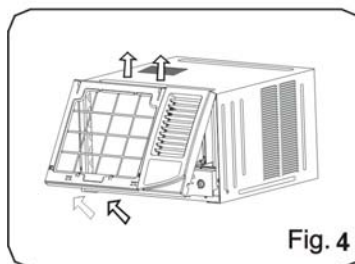

Fig. 4
2. SUJETA LA ESQUINA IZQUIERDA INFERIOR DEL MARCO, LIBERA LOS ENCHUFES DE ACOPLA Y AFLOJE EL MARCO (VER FIG 4)